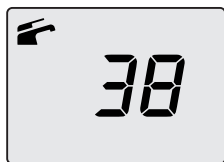

图 2.6
- LCD 显示屏显示锅炉温度 (主循环) 以及  标志 (图 2.6)。